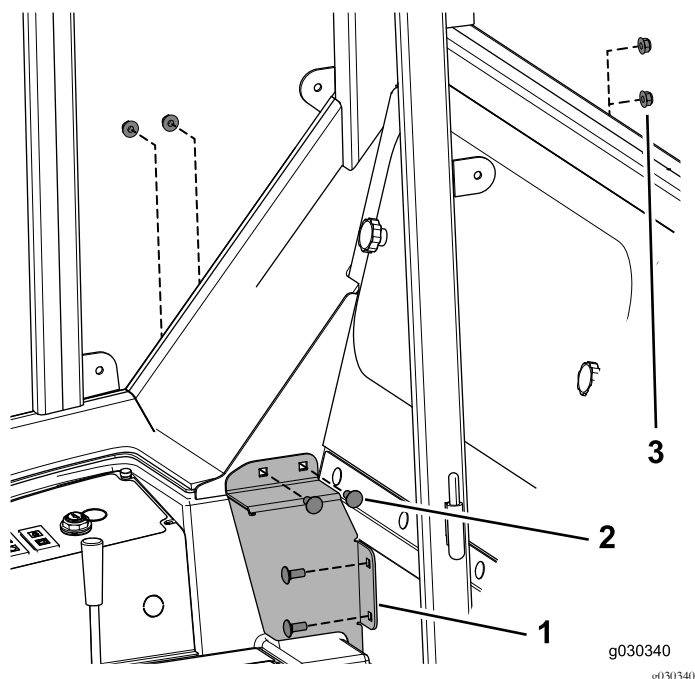

図 24
2. 右カバーブラケットを仮止めするキャリッジボルト 5/16 x ¾ インチ 4本、ロックナット 4個を使用する 図 24。